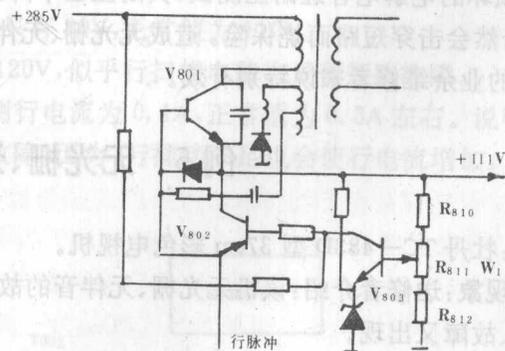

图 4
**故障原因分析:** 这是热机不能启动的典型故障。一般发生在开关电源的启动电路部分, 即在电源刚接通的一瞬间, 提供一个启动脉冲, 以激励开关电源振荡的产生。当振荡维持正常后, 它不再起作用, 这部分电路中的个别元件在受热或其它原因造成暂时的损坏, 对已经工作的开关电源没有太大的影响, 而冷却以后, 又能恢复正常功能。该机使用分立元件组成的开关电源, 元件较多。原理见图 4。但这个隐患必须即时排除, 因为它最终会造成永久性的损坏而危及其它重要元件。